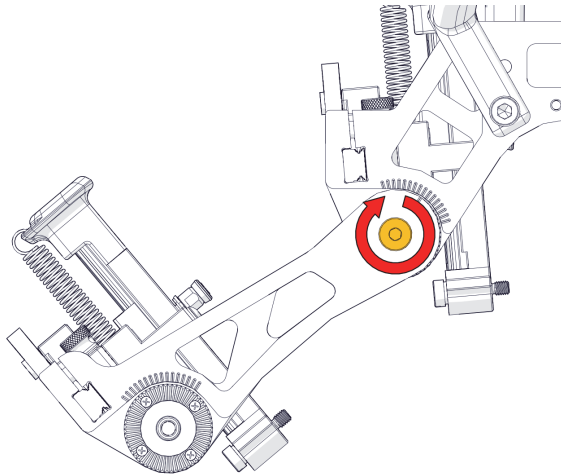

Figura 1-56 Fijación del tornillo de brazo
3. Ajuste el tornillo de brazo (ver Figura 1-56 en la página 67).